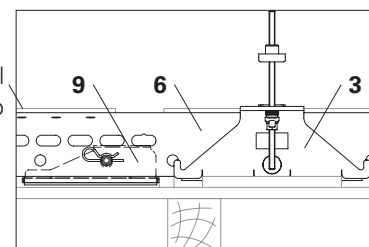

Fig. B1.09a
5. Collegare ciascuna piastra di appoggio VD (9) con 1x perno calibrato $\varnothing 21 \times 120$ (48) nel quarto foro del corrente SRU U120 (6) e fissare con l'inserito a molla 4/1 (47). (Fig. B1.09a)